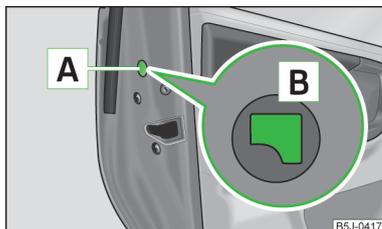

Fig. 31
- Desmontar el paramento **A** » fig. 31.